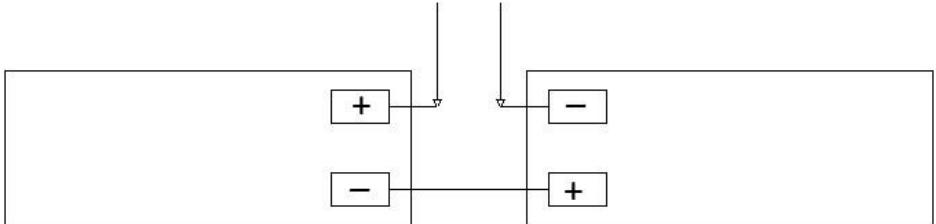

Рисунок 2. Схема подключения АКБ
2.6. При отключении питания от сети переменного тока прибор автоматически переходит на питание от резервных аккумуляторов (эксплуатация прибора без подключенных аккумуляторных батарей запрещена). Схема включения АКБ приведена на рис. 2.